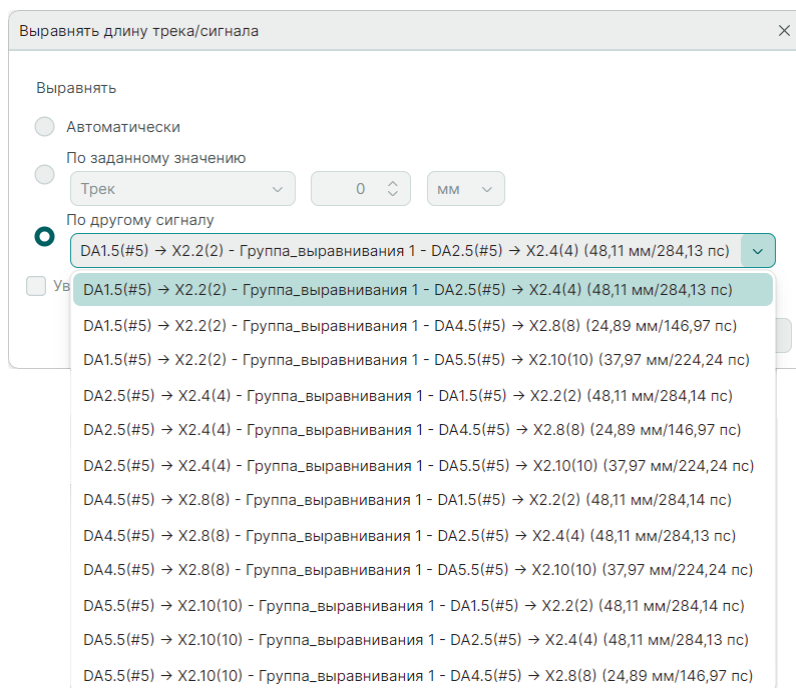

Рис. 389 Выбор сигнала для выравнивания
4. Установите флаг в чек-бокс «По другому сигналу», выберите сигнал для выравнивания и нажмите кнопку «ОК», см. Рис. 389.